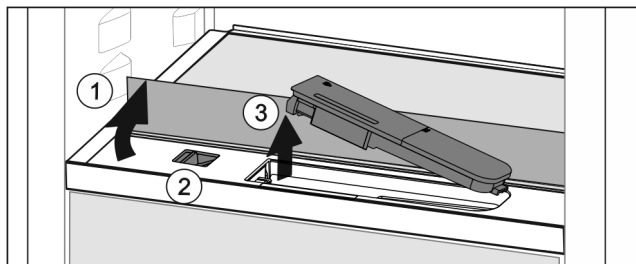

Fig. 43
- Nadvihnite sklenú dosku a až na doraz ju sklopte dozadu Fig. 43 (1).
- Potlačte posúvač Fig. 43 (2) doľava.
- Vyberte nádržku na vodu Fig. 43 (3).